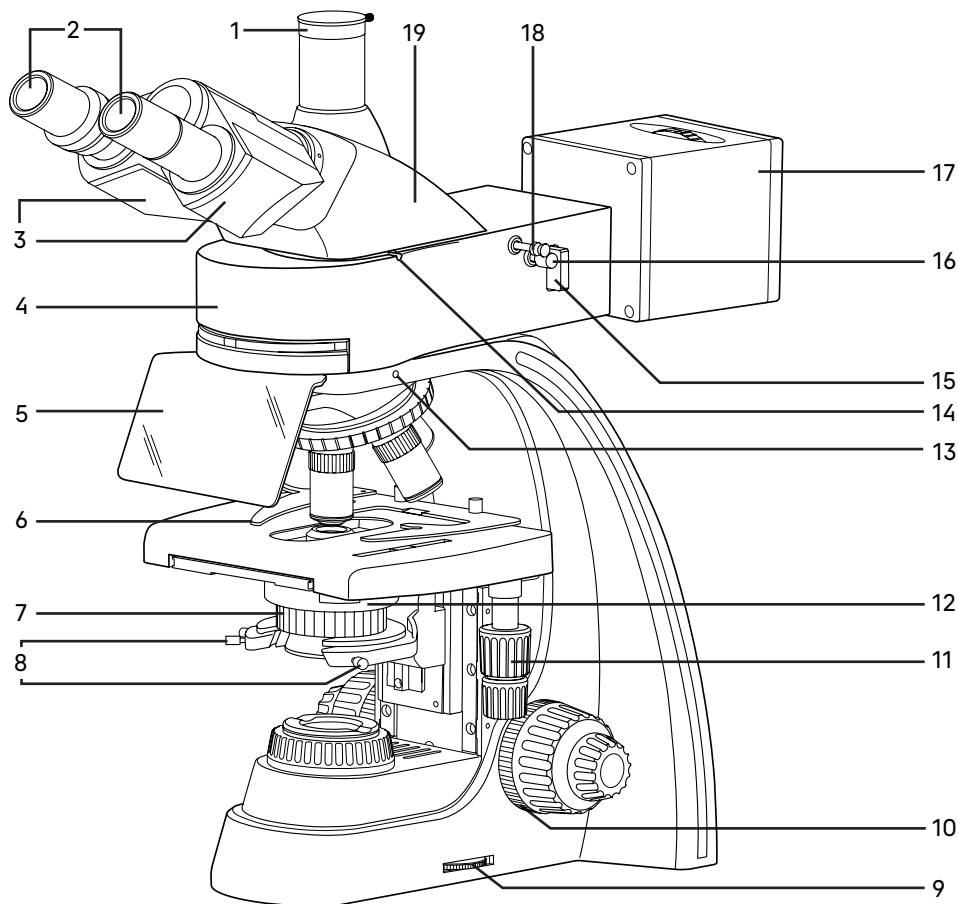
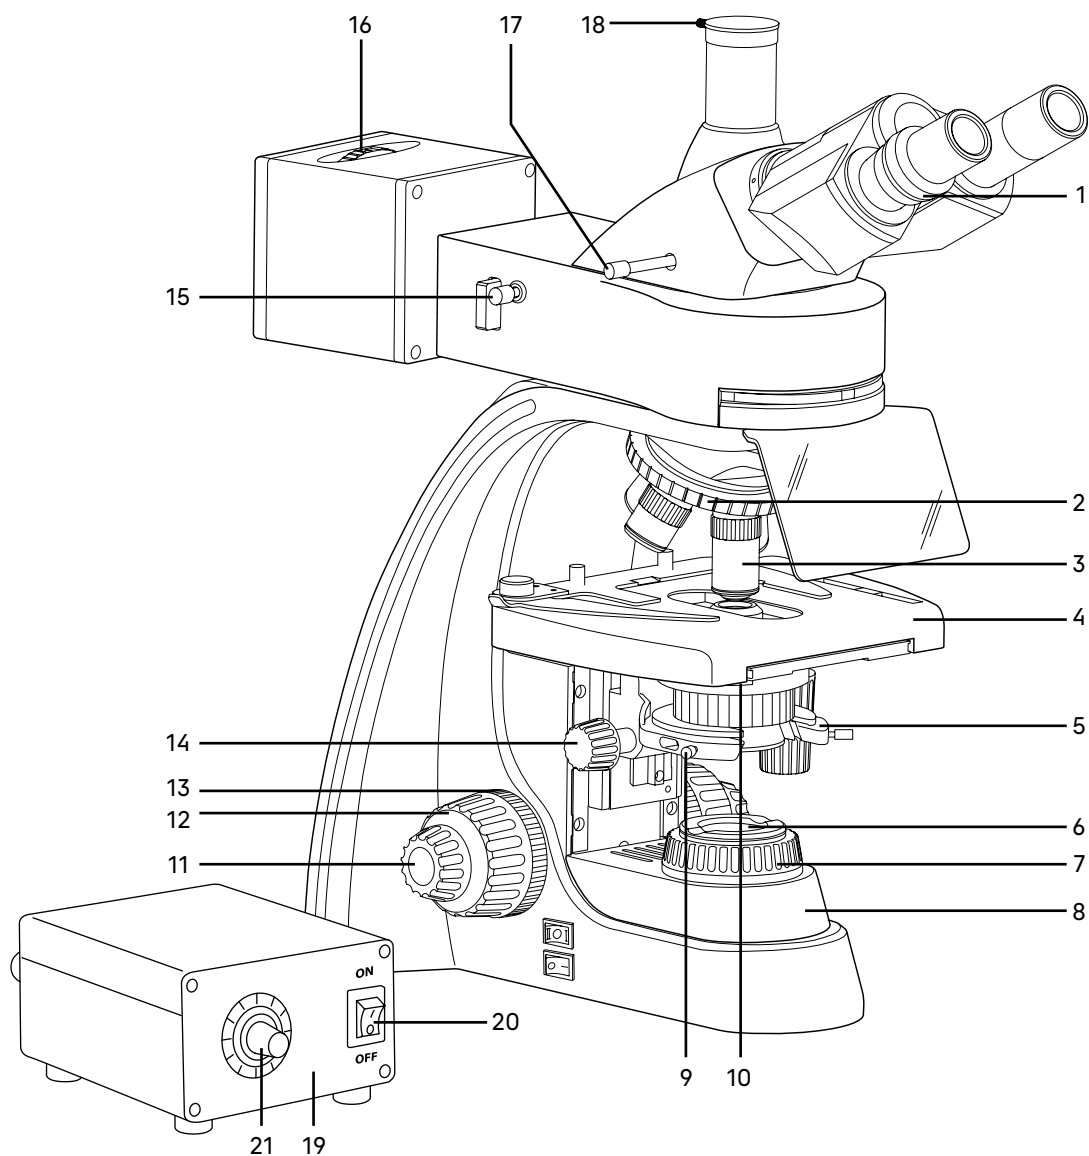

Рис. 1. Микроскоп MAGUS Lum 400L. Вид справа
Рис. 2. Микроскоп MAGUS Lum 400L. Вид слева
Полный состав микроскопа указан в разделе 8 данного руководства по эксплуатации. Общий вид микроскопа представлен на рис. 1 и 2.
Штатив 8 (рис. 2) представляет собой цельную конструкцию с основанием. Основание имеет Y-образную устойчивую эргономичную форму.
- револьвер 2 (рис. 2) с объективами 3 (рис. 2);
- предметный столик 4 (рис. 2);
- кронштейн конденсора 5 (рис. 2);
- коллектор в оправе с полевой диафрагмой 6 (рис. 2).
Ручка 9 (рис. 1) служит для регулировки напряжения питания источника проходящего света.
Фокусировка на объект осуществляется перемещением по высоте предметного столика 4 (рис. 2). Грубая фокусировка производится вращением коаксиальных рукояток 12 (рис. 2), которые размещены по обеим сторонам штатива.
Тонкая фокусировка производится вращением рукояток 11 (рис. 2), расположенных по обеим сторонам штатива. Тонкая фокусировка требуется для точного фокусирования на объект и для подфокусировки микроскопа на резкость изображения при смене объективов и препаратов.
Механизм регулировки жесткости хода грубой фокусировки 10 (рис. 1) – кольцо между штативом и рукояткой грубой фокусировки с правой стороны. С помощью кольца регулируется жесткость хода грубой фокусировки так, чтобы жесткость была комфортной для пользователя, но при этом столик не опускался самопроизвольно во время работы.
Рукоятка блокировки грубой фокусировки 13 (рис. 2) расположена с левой стороны. После завершения грубой фокусировки рекомендуется перевести рычаг в крайнее положение в направлении по часовой стрелке. Таким образом закрепится положение грубой фокусировки для быстрой рефокусировки после смены препарата.
Насадка 19 (рис. 1) обеспечивает визуальное наблюдение изображения объекта. Насадка устанавливается в отверстие верхнего фланца корпуса люминесцентной насадки 4 (рис. 1) и закрепляется винтом 14 (рис. 1). Насадку при установке развернуть окулярами в сторону предметного столика.
Изменение межзрачкового расстояния в насадке осуществляется разворотом окулярных тубусов 3 (рис. 1) в пределах 48–75 мм. Значение расстояния, установленного в соответствии с глазной базой наблюдателя, отсчитывается по шкале на насадке.
Механизм диоптрийной подвижки окуляров служит для компенсации аметропии глаз наблюдателя. Находится на левом окулярном тубусе – кольцо 1 (рис. 2). Второй окулярный тубус насадки неподвижный.
В вертикальный тубус 1 (рис. 1) корпуса визуальной насадки (канал визуализации) для фиксации камеры (видеоокуляра) устанавливается переходник C-mount. Камера служит для вывода изображения на экран компьютера или монитор/телевизор. Переключение светового потока на вертикальный тубус производится рукояткой 17 (рис. 2). Рукоятка имеет два положения: 100/0 и 0/100.
В комплект микроскопа входят окуляры 2 (рис. 1). Окуляры имеют высокое положение выходного зрачка и предназначены для работы как в очках, так и без них.
Револьверное устройство 2 (рис. 2) обеспечивает установку пяти объективов 3 (рис. 2). Смена объективов производится вращением револьверного устройства за конусную рифленую поверхность до фиксированного положения.
Объективы 3 (рис. 2) рассчитаны на длину тубуса «бесконечность». Парфокальная высота объективов 45 мм, линейное поле зрения в плоскости изображения 22 мм. Рассчитаны для работы с препаратами с толщиной покровного стекла 0,17 мм или без покровного стекла. Микроскоп укомплектован объективами-планахроматами с увеличением 4х, 10х, 40х (люминесцентный), 100х. Дополнительно возможна комплектация объективом-планахроматом 20х и 60х и люминесцентным планахроматом 10х.
Конденсор 12 (рис. 1) установлен в кронштейн 5 (рис. 2) под предметным столиком микроскопа. Тип крепления конденсора – «ласточкин хвост». Конденсор устанавливается по направляющим при поднятом столике и опущенном кронштейне. Перемещение конденсора вдоль оптической оси микроскопа осуществляется с помощью рукоятки перемещения кронштейна конденсора 14 (рис. 2), расположенной слева от наблюдателя под столиком микроскопа. Диапазон перемещения конденсора – не менее 33 мм.
Конденсор имеет слот 10 (рис. 2) для установки слайдера темного поля или слайдера фазового контраста.
Кронштейн конденсора имеет пружинный держатель, с помощью которого двумя винтами 8 (рис. 1) конденсор центрируется в оптической оси. Фиксация конденсора в держателе осуществляется винтом 9 (рис. 2).
Ирисовая апертурная диафрагма регулируется (открывается/закрывается) кольцом 7 (рис. 1). Для достижения наилучшего качества изображения рекомендуется прикрывать апертурную диафрагму конденсора светлого поля приблизительно на 1/3 диаметра выходного зрачка объектива.
Двухкоординатный предметный столик 4 (рис. 2) обеспечивает перемещение объекта в двух взаимно перпендикулярных направлениях с помощью рукояток 11 (рис. 1), расположенных на одной оси.
У столика отсутствует выдвижная зубчатая рейка по оси X, что повышает эргономичность работы. Механизм с ременной передачей плавно перемещает объект. Объект крепится на поверхности столика препаратодержателем 6 (рис. 1), для чего прижим отводится в сторону. Препаратодержатель крепится к столику при помощи двух винтов. При снятом препаратодержателе объект можно перемещать рукой.